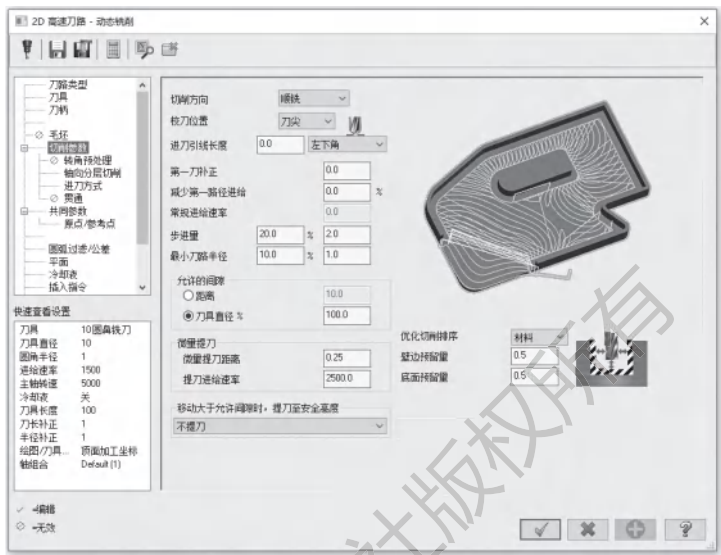

图 5-45 设置切削参数
3) 打开【切削参数】选项卡, 设置【步进量】为 2.0mm, 设置【壁边预留量】和【底面预留量】为 0.5mm, 其他参数按默认设置, 如图 5-45 所示。